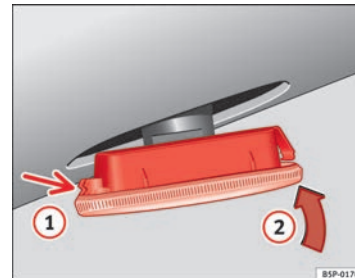

Abb. 222 Seitlicher Blinker
- Setzen Sie den Blinker zuerst in der Aufnahme der Karosserie ein, wobei die Halterungen richtig einrasten müssen ⇒ Abb. 222, Pfeil ①.
- Die Lampe in Pfeilrichtung ② ⇒ Abb. 222 einsetzen.